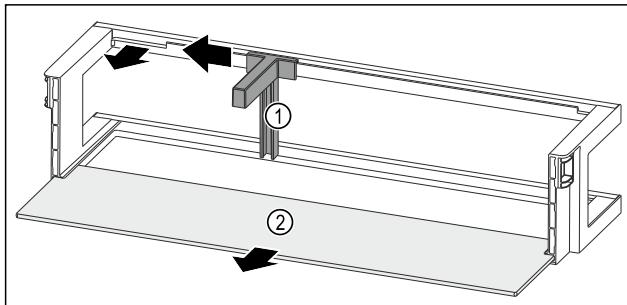

Fig. 133 带瓶托和搁板的门边存放架
- 将瓶托 Fig. 133 (1)推至槽边。
- 取出瓶托 Fig. 133 (1)。
- 取出搁板 Fig. 133 (2)。